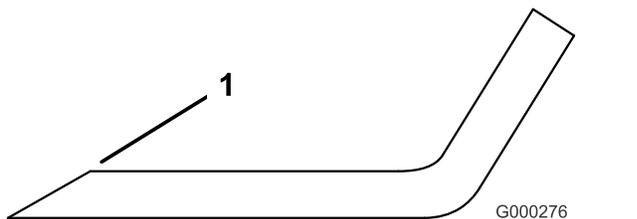

Figura 100
- Utilice una lima para afilar el filo de corte en ambos extremos de la cuchilla (Figura 100).